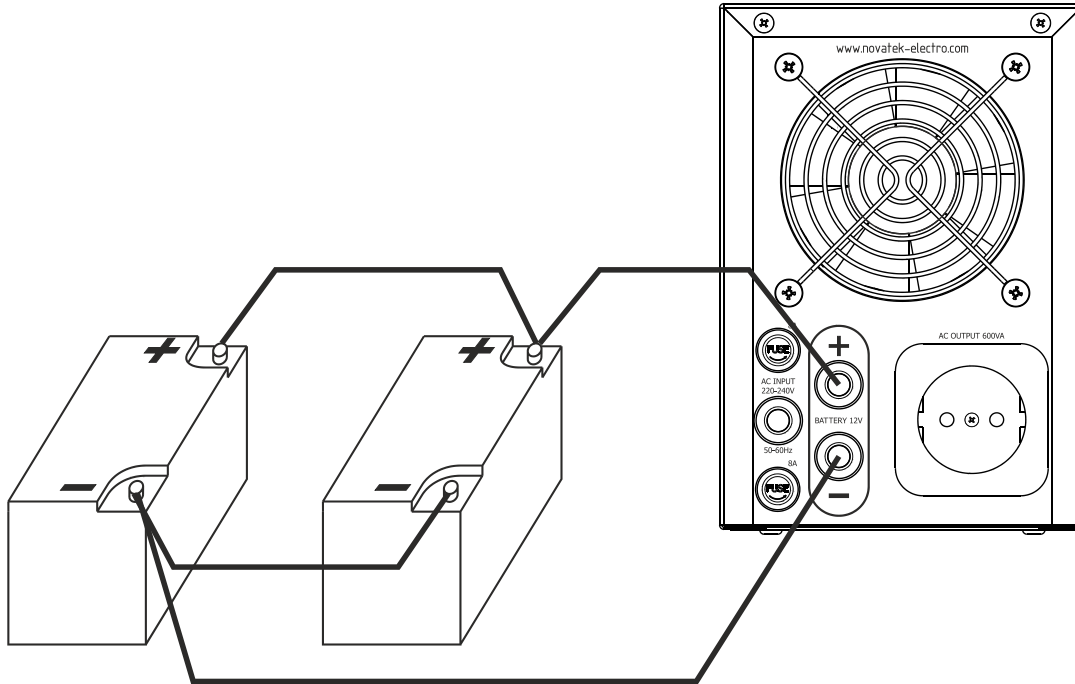

Рисунок 5 – Приклад паралельного включення АКБ і діагонального підключення ДБЖ
- *У випадку використання декількох батарей підключіть батареї паралельно (див. рис. 5). Для підключення додаткових батарей знадобляться додаткові проводи, які потрібно придбати окремо. У разі підключення двох або більше батарей клема «+» однієї батареї з'єднується із клемою «+» іншої, клема «-» - із клемою «-» іншої АКБ.*
Приклад схеми паралельного підключення двох АКБ на рис. 5.